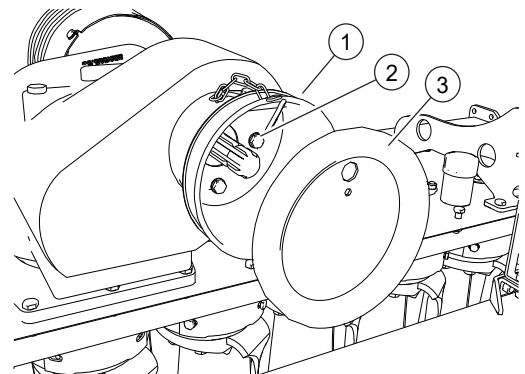

FIG. 13
Posicionar la protección (1, "Fig. 13"). Enroscar los tornillos (2). Instalar la tapa (3).